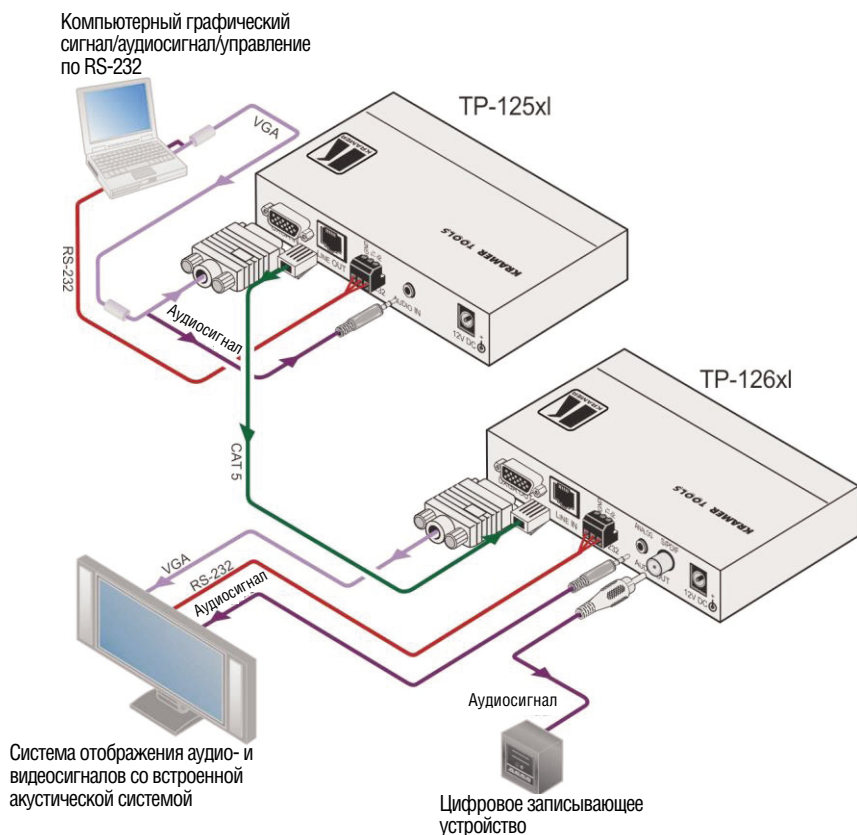

Рис. 5. Подсоединение передатчика TP-125xl и приемника TP-126xl
**Для того чтобы подсоединить парную систему TP-125xl и TP-126xl в соответствии с примером, приведенным на рис. 5:**
4. Подсоедините сетевые адаптеры к **TP-125xl** и **TP-126xl**. Подсоедините адаптеры к электросети (не показано на рис. 5).